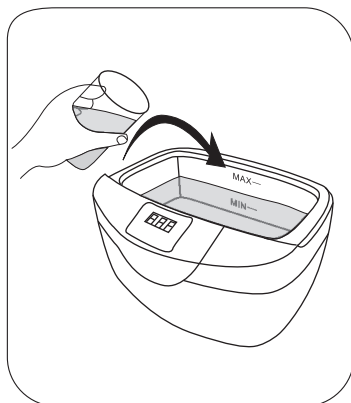

Fig. 8
- 1► Coloque de preferencia **agua filtrada** hasta el nivel máximo de 2,1 litros indicado en la cuba como **MAX** (Fig. 8).